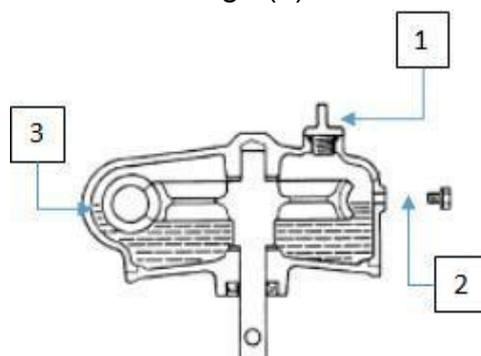

Fig.11
6.5. Boîte de vitesses (Fig.11)